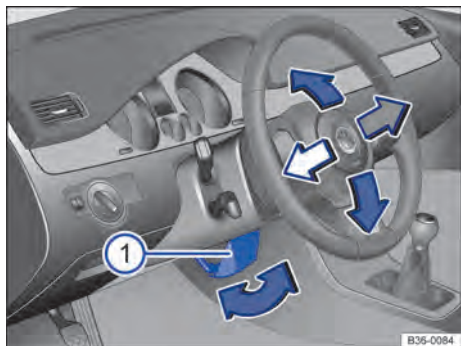

Fig. 55 Ajustar a posição do volante mecanicamente.
- Girar a alavanca ⇒ Fig. 55  para baixo.